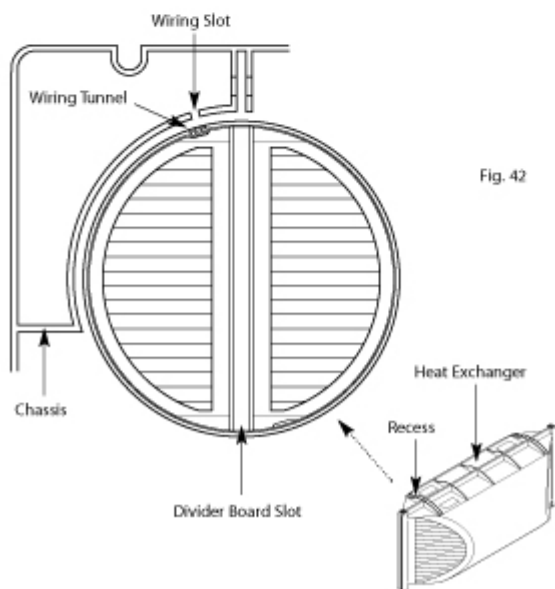

Fig. 42
15. Replacer l'échangeur selon les indications « intérieur/extérieur ». Le tunnel pour le câblage doit être aligné avec le tuyau interne de sorte que le panneau diviseur soit vertical. (fig42 & 43)